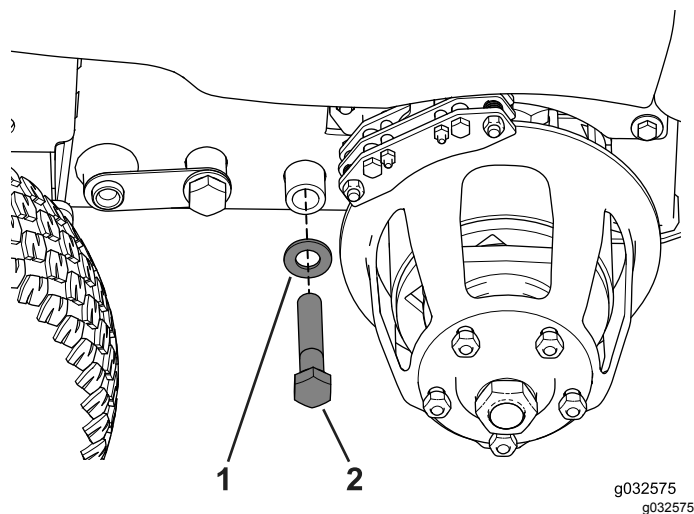

Figure 116
4. Retirez les boulons et les rondelles les plus proches des moyeux arrière (Figure 116).